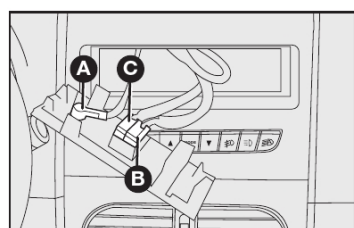

fig. 128
- cabo e plugue de alimentação elétrica para o autorrádio C-fig. 128.
- cabo e conector para antena de teto A-fig. 128.
- cabos e plugue para conexão dos alto-falantes e tweeters B-fig. 128.
- cabo de alimentação do autorrádio C-fig. 128.
- cabo para alto-falante dianteiro e traseiro B-fig. 128.